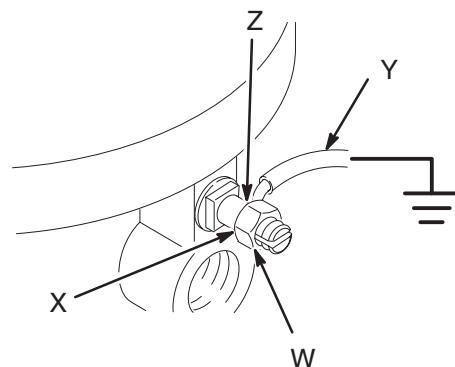

Fig. 1
- *Pumpe:* Anvend stelledning og klemme. Se Fig. 1. Løs stelledningsskoens låsemøtrik (W) og skive (X). Indsæt den ene ende af en stelledning (Y) på mindst 1,5 mm² i rillen i skoens (Z), og spænd låsemøtrikken sikkert til. Slut den anden ende af ledningen til en sikker jordforbindelse. Stelledning og klemme kan bestilles som delnr. 237-569.